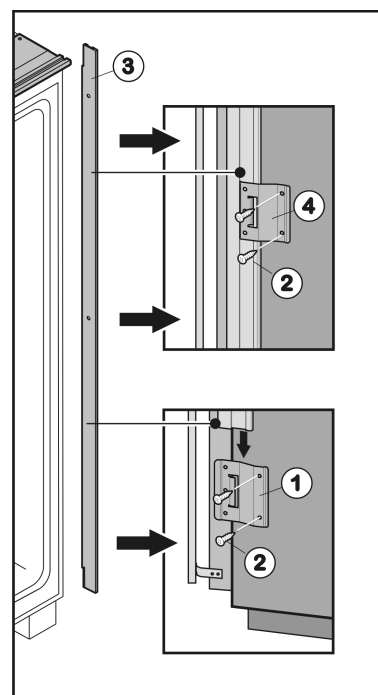
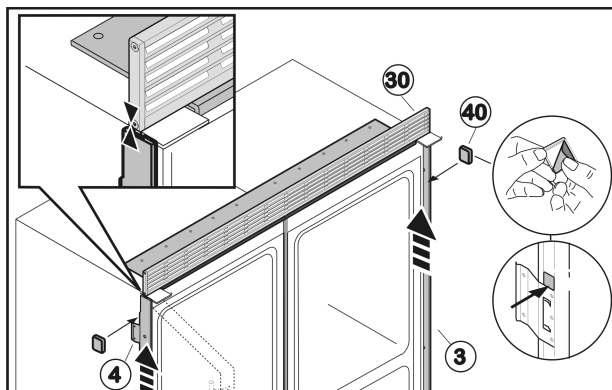

Fig. 41
Fig. 51
- Desatornille las chapas de fijación Fig. 41 (1,4) y retire el riel Fig. 41 (3).
- Monte la chapa de fijación Fig. 41 (1) en la parte inferior del lado de la bisagra con los dos tornillos Fig. 41 (2) en los agujeros previamente perforados.
- Introduzca el riel Fig. 41 (3) desde arriba en la chapa de fijación Fig. 41 (1).
- Deslice la segunda chapa de fijación Fig. 41 (4) desde arriba por el riel y atorníllela centrada en la pared lateral.
- Deslice la tercera chapa de fijación Fig. 41 (4) desde arriba por el riel y atorníllela en la parte superior de la pared lateral.
- Retire la cinta adhesiva de la regleta de montaje Fig. 51 (3) lateral.
- Desplace la regleta de montaje Fig. 51 (3) hacia arriba hasta que alcance la rejilla de aire Fig. 51 (30).
- Pegue las placas adhesivas Fig. 51 (40) sobre la chapa de fijación Fig. 41 (1) y las chapas de fijación Fig. 51 (4), respectivamente, en la regleta de montaje Fig. 51 (3) para que ésta no resbale hacia abajo.